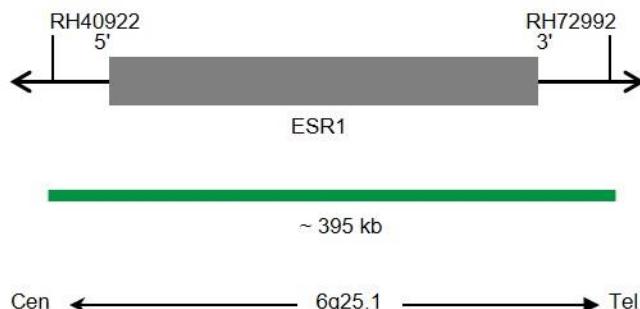

Abb. 1: SPEC ESR1 Sondenlokalisierung (nicht maßstabsgetreu)
- ZyGreen (Anregung 503 nm/Emission 528 nm) markierten Polynukleotiden (~10 ng/μl), die gegen Sequenzen in 6q25.1* (chr6:152,083,365-152,478,947) gerichtet sind, welche die ESR1-Genregion enthalten (siehe Abb. 1).
- ZyOrange (Anregung 547 nm/Emission 572 nm) markierten Polynukleotiden (~1.5 ng/μl), die gegen Sequenzen in 6p11.1-q11 gerichtet sind, die spezifisch für die zentromerische Alpha-Satelliten-Region D6Z1 von Chromosom 6 sind. (siehe Abb. 1).